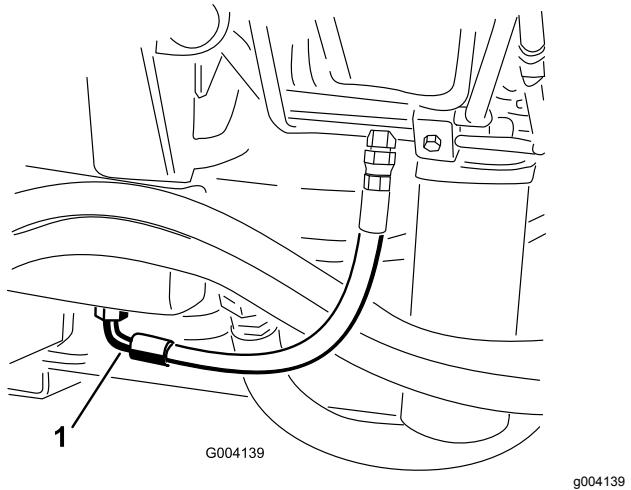

Figura 86
2. Coloque um recipiente de escoamento grande debaixo do encaixe preso à parte de baixo do reservatório do fluido hidráulico (Figura 86).